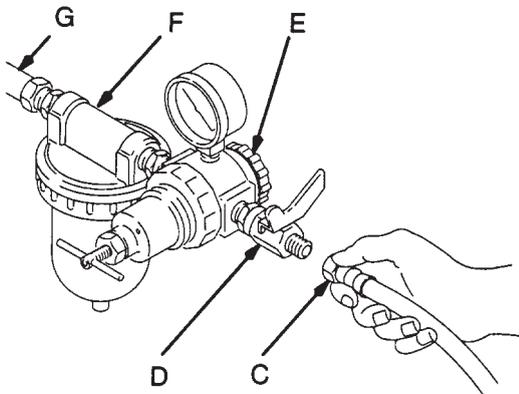

Fig. 2
- Zur Kontrolle des Luftdrucks zur Pistole ist der Einbau eines Luftdruckreglers (G) in die Pistolenluftzufuhrleitung unbedingt erforderlich, siehe Abb. 2.
- Sollte die Druckluftquelle ohne Filter sein, ist ein Luftfilter (F) in die Luftleitung einzubauen, damit nur saubere und trockene Luft zur Pistole gelangt. Siehe Abb. 2.
- B. Das andere Ende des Luftschlauchs (C) an eine geregelte Luftzufuhrleitung (G) anschliessen. Siehe Abb. 2
**Hinweis:** Abb. 2 zeigt Filter (F), Luftregler (E) und Luftabsperrhahn (D) an der Luftzufuhrleitung